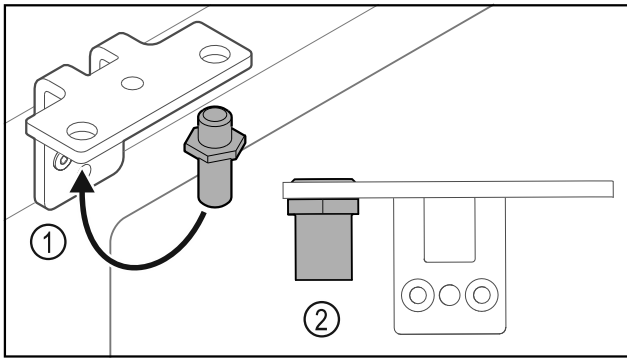

Fig. 30
- ▶ Mettre l'axe Fig. 30 (1) dans l'autre trou de l'équerre de charnière.
- ▶ Serrer l'axe Fig. 30 (2) au **couple de 12 Nm**.